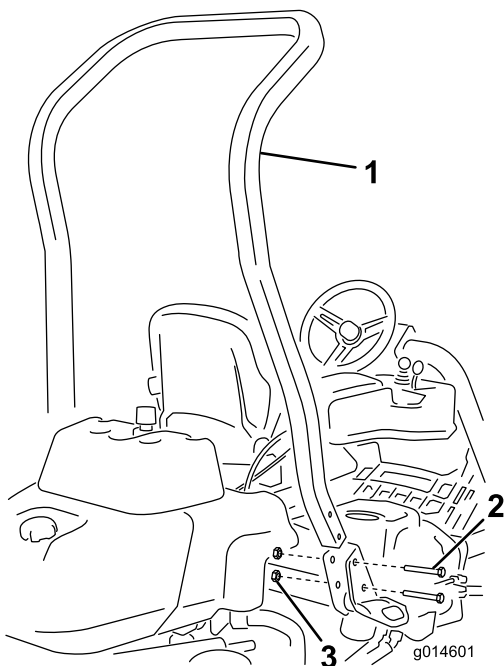

Bild 3
3. Befestigen Sie den Überrollbügel mit vier Schrauben ($\frac{1}{2}$ " x $3\frac{3}{4}$ ") und vier Bundmuttern ($\frac{1}{2}$ ") in den Aussparungen an jeder Seite der Maschine (Bild 3).